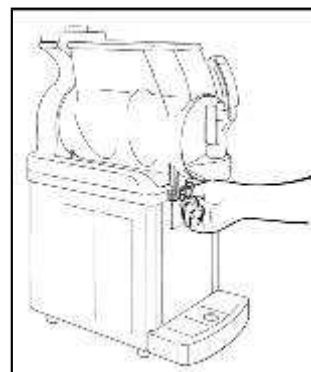

Abb. 27
- Schrauben Sie die Griffe ab (Abb. 27).